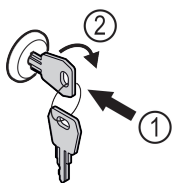

Fig. 130
- ▶ Introduceți cheia prin apăsare. Fig. 130 (1)
- ▶ Rotiți cheia cu 90° în sensul acelor de ceasornic. Fig. 130 (2)